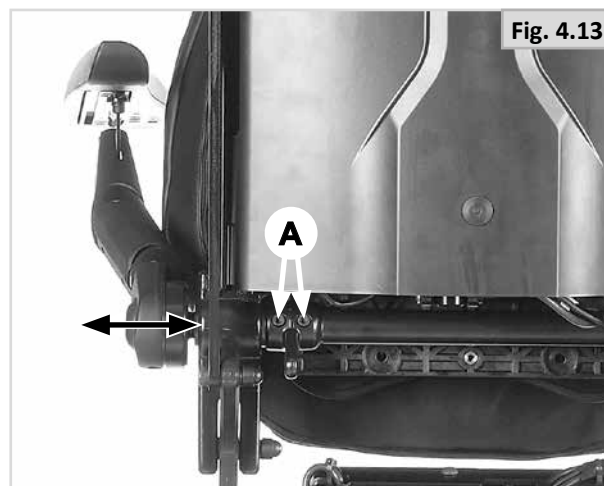

Fig. 4.13
- Dévissez les deux vis (clé hexagonale de 5 mm) situées sur le rail, comme illustré à la Fig. 4.13 - A.